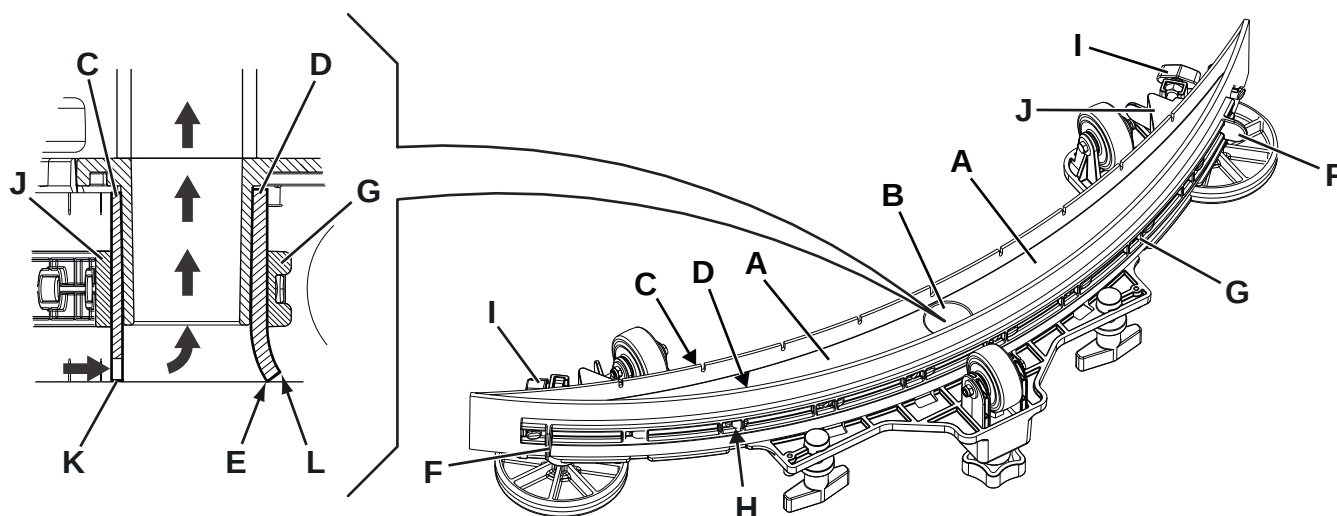

Abbildung 11
2. Sicherstellen, dass das Gerät ausgeschaltet und der Bedienschlüssel (41) herausgezogen wurde.
3. Sterngriffe (14) lösen und Sauglippe (29) abnehmen.
4. Sauglippe abspülen und reinigen. Besonders den Schmutz und Abfälle von den Räumen (A, Abb. 11) und der Öffnung (B) beseitigen. Überprüfen, ob der vordere (C) und der hintere Gummi (D) unversehrt sind und keine Schnitten oder Risse aufweisen, gegebenenfalls wie im folgenden Abschnitt beschrieben austauschen.
2. Überprüfen, ob der vordere (C, Abb. 11) und der hintere Gummi (D) unversehrt sind und keine Schnitten oder Risse aufweisen, gegebenenfalls wie folgt austauschen. Überprüfen, ob die Vorderkante (E) des hinteren Gummis verschlissen ist. Gegebenenfalls Gummi umdrehen und eine der drei unversehrten Kanten als Vorderkante verwenden. Wenn auch die anderen drei Kanten abgenutzt sind, das Gummi wie folgt ersetzen:
- Mit der Lasche (F) das elastische Band (G) aus den Haltevorrichtungen (H) nehmen und entfernen, dann den hinteren Gummi (D) auswechseln/umdrehen.
- Sterngriffe (I) aufdrehen, Band (J) abnehmen und vorderen Gummi (C) austauschen/umdrehen.
3. Sauglippe (29) montieren und Sterngriffe (14) festdrehen.
- Überprüfen, ob das Ende (K) des vorderen Gummis (C) und das Ende (L) des hinteren Gummis (D) wie in der Abbildung gezeigt aufliegen.
- Zur Einstellung den Knopf (15) verwenden.